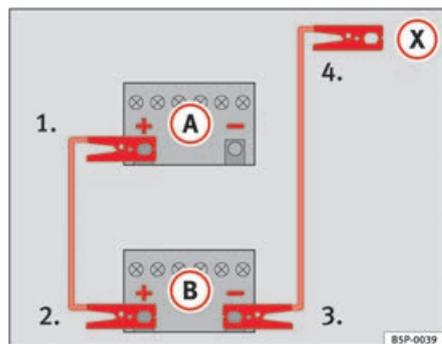

Fig. 171 Esquema de ligação dos cabos auxiliares do arranque
Na ⇒ fig. 171 (A) estão representadas a bateria descarregada e em (B) e a bateria com carga.
1. Ligar uma extremidade do cabo auxiliar de arranque vermelho ao terminal positivo ⇒ fig. 171 (+) do veículo com a bateria descarregada ⇒ (!).
4. Ligar a outra extremidade do cabo preto (X) no veículo com a bateria descarregada a uma peça maciça, firmemente aparafusada ao bloco do motor, ou ao próprio bloco do motor, mas não nas proximidades da bateria ⇒ (!).